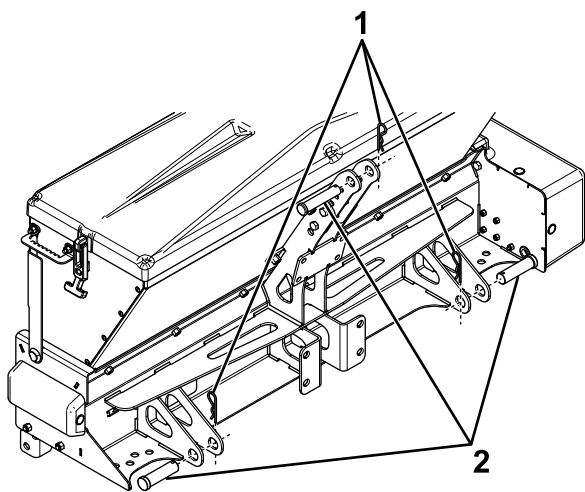

Figure 20
2. Conduisez lentement le tracteur jusqu'à l'épandeur et abaissez les bras de levage en face des supports des goupilles de levage (Figure 20).
3. Fixez les supports des goupilles de levage au tracteur à l'aide de 2 axes de chape ($\frac{7}{8}$ po) et de goupilles fendues (Figure 20).
4. Basculez l'épandeur en arrière et fixez les supports de mât au tracteur à l'aide d'un axe de chape ($\frac{3}{4}$ po) et d'une goupille fendue (Figure 20).